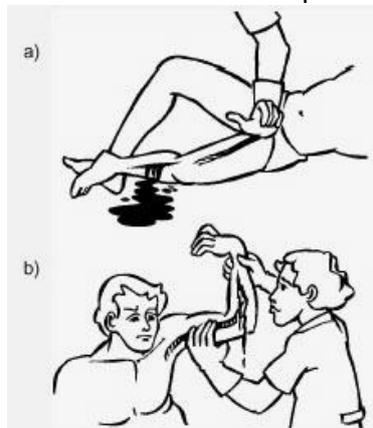

Figura 5: compresión arterial
- Cuando falla la compresión directa, en hemorragias de extremidades se debe recurrir a la **compresión arterial** para conseguir una reducción muy importante (no eliminación) del aporte sanguíneo. Esta técnica consiste en encontrar la arteria principal del brazo (humeral) o de la pierna (femoral) y detener la circulación sanguínea en esa arteria y sus ramificaciones (Figura 5):